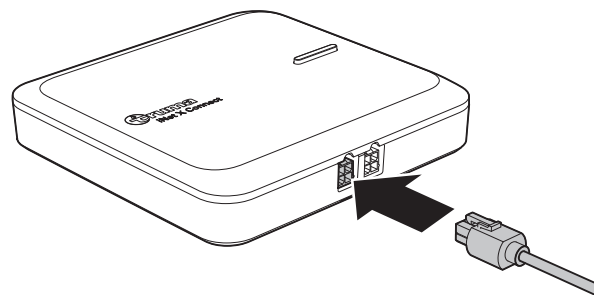

Fig. 18
- ▶ Sæt kablets andet stik i CAN1-tilslutningen på Connect (Fig. 18).